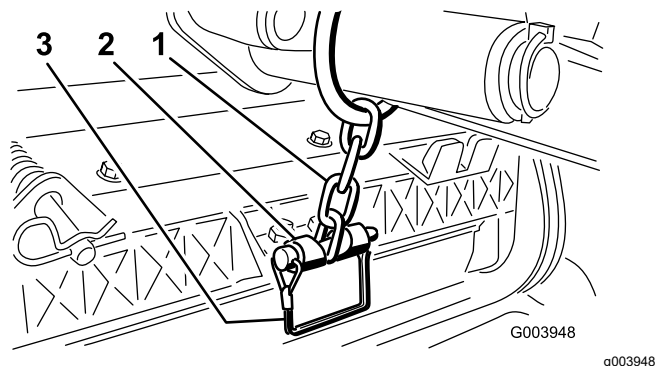

図 12
注 カッティングユニットをステアリングモードで使う場合はスロットを使い、固定モードで使用する場合には、穴を使う 図 12。
14. スナッパピンで、昇降アームのチェーンをチェーンブラケットに固定する 図 12。